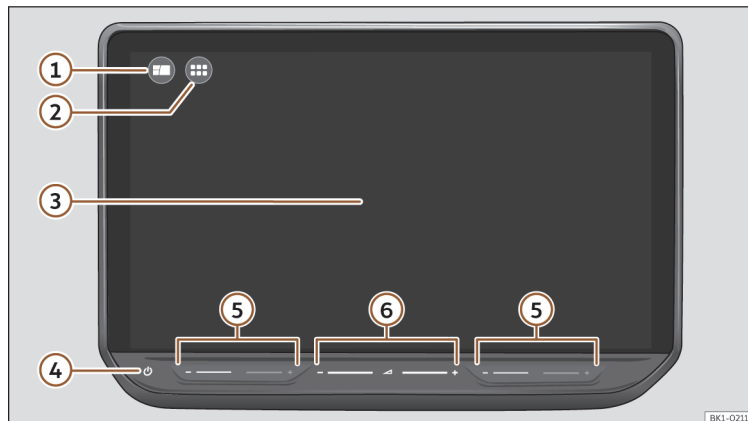

Fig. 179 Quadro geral: unidade de comandos.
Personalize o menu superior ou a vista HOME >>> **Fig. 179** ① para aceder rapidamente às suas funções favoritas ou às que utiliza com maior frequência.